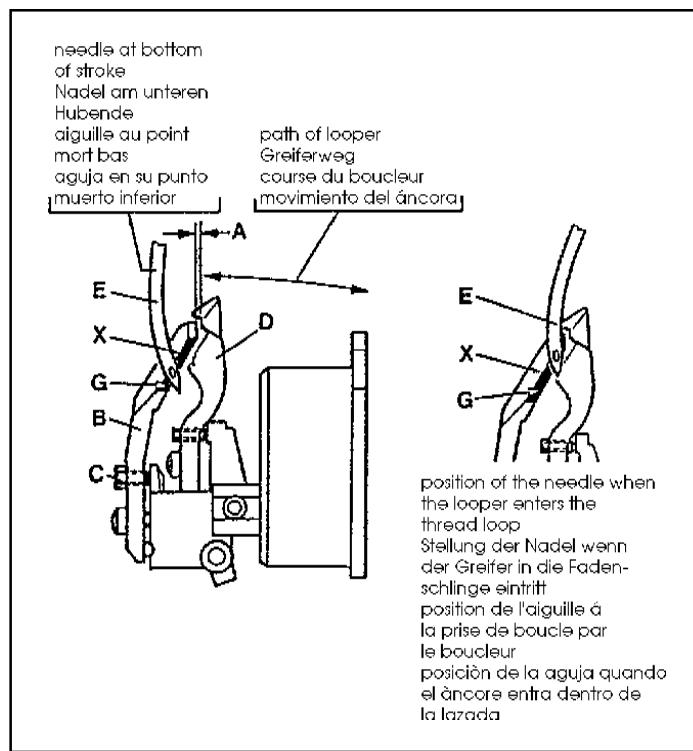

Fig. 6
Adjust the looper (D, Fig. 6) as described in paragraph "Setting the looper", see page 10.
NOTE: It is advisable to remove the rear needle guard (B, Fig. 6) for setting the looper.
Assemble the rear needle guard (B, Fig. 6). With set screw (C) adjust the distance (A) between looper (D) and rear needle guard (B) to 0.5 mm (.020 in.). From the bottom of its stroke up to the time when looper enters the needle thread loop, the needle (E) should be permanently within the guarding surface (G) of the rear needle guard (B).
Laterally (front to rear) set the rear needle guard (B, Fig. 6) with its guarding surface (G) close to the needle (E) even so that it barely contacts it, to avoid hitting of the needle by the looper point.
Edge (X, Fig. 6) on the guarding surface (G) of the rear needle guard (B) should not essentially disturb the needle thread. If disturbance of the needle thread occurs it can be eliminated by slightly changing the 0.5 mm (.020 in.) distance between looper and rear needle guard as well as by slightly changing the needle height.
Stellen Sie den Greifer (D, Fig. 6) wie im Abschnitt "Einstellung des Greifers" beschrieben ein, siehe Seite 10.
BEACHTEN SIE: Es ist ratsam, zum Einstellen des Greifers den hinteren Nadelanschlag (B, Fig. 6) zu entfernen.
Bauen Sie den hinteren Nadelanschlag (B, Fig. 6) ein. Stellen Sie mit dem Gewindestift (C) den Abstand (A) zwischen Greifer (D) und hinterem Nadelanschlag (B) auf 0,5 mm.
Seitlich (von vorne nach hinten) stellen Sie den hinteren Nadelanschlag (B, Fig. 6) mit seiner Schutzfläche (G) dicht an die Nadel (E), so dass er sie gerade berührt, um zu verhindern, dass die Nadel von der Greiferspitze getroffen wird.
Die Kante (X, Fig. 6) an der Schutzfläche (G) des hinteren Nadelanschlags (B) soll den Nadelfaden nicht wesentlich stören. Tritt eine Störung des Nadelfadens auf, kann diese durch leichtes Verändern des 0,5 mm Abstands zwischen Greifer und hinterem Nadelanschlag sowie durch leichtes Verändern der Nadelhöhe beseitigt werden.
Régler le boucleur (D, Fig. 6) comme indiqué au paragraphe "Réglage du boucleur" page 10.
Monter le protège aiguille arrière (B, Fig. 6). Avec la vis (C) régler à 0,5 mm la distance (A) entre le boucleur (D) et le protège aiguille arrière (B).
Régler latéralement (avant-arrière) le protège aiguille arrière (B, Fig. 6) avec la surface de protection (G) près de l'aiguille de même qu'elle frôle pour éviter tout contact avec la pointe du boucleur.
Le bord (X, Fig. 6) du protège aiguille ne doit surtout pas interférer avec le fil d'aiguille. Si cela se produit, il est possible d'y remédier en modifiant légèrement de 0,5 mm entre le boucleur et le protège aiguille et, éventuellement, en changeant la hauteur de l'aiguille.
Ajustar el áncora (D, Fig. 6) tal como se describe en el párrafo "Colocación del áncora", ver página 10.
Montar el salva agujas posterior (B, Fig. 6). Con el tornillo de fijación (C) ajustar la distancia (A) entre áncora (D) y salva agujas posterior (B) para que sea de 0,5 mm.
Ajuste lateral (de detrás hacia adelante) del salva agujas posterior (B, Fig. 6) en la zona (G), que deberá estar lo más cerca posible de la aguja (E), de forma de que apenas tome contacto con el salva agujas (E) para evitar el choque entre la punta del áncora y aguja.
El canto (X, Fig. 6) de la zona de contacto (G), del salva agujas posterior (B), debe situarse de manera que no desvie el hilo de la aguja. Si esto ocurre, puede eliminarse moviendo ligeramente la distancia de 0,5 mm que existe áncora y salva agujas posterior, o variando ligeramente la altura de la aguja.